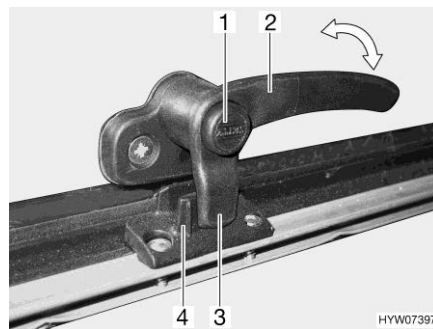
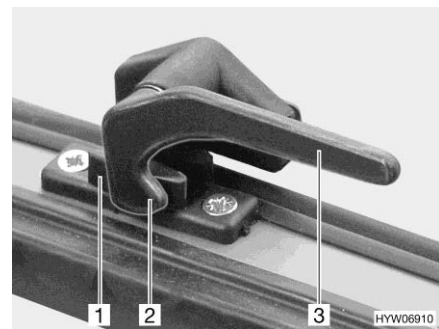

Fig. 94 Levier de verrouillage avec bouton de sécurité en position "Fermé"
Fig. 95 Levier de verrouillage en position "Fermé"
- S'il existe, appuyer sur le bouton de sécurité (Fig. 94,1) et le maintenir enfoncé.
- Tourner le levier de verrouillage (Fig. 94,2 ou Fig. 95,3) d'un quart de tour vers le centre de la fenêtre.
- Tourner le levier de verrouillage (Fig. 94,2 ou Fig. 95,3) d'un quart de tour vers le cadre de la fenêtre.
Le tenon de verrouillage (Fig. 94,3 ou Fig. 95,2) du levier de verrouillage repose complètement sur le côté intérieur du verrouillage de fenêtre (Fig. 94,4 ou Fig. 95,1).
- En position "Fermé" (Fig. 94 et Fig. 95)